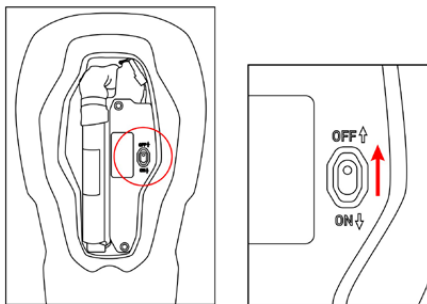

図30：SHIPPING モードスイッチ (8) の位置
(4) にアクセスする必要があります。マジックテープ留めされた背面カバーを開けると、エアバッグコントロールユニット (5) に簡単にアクセスできます。カバーを外すと、図30に示すように、SHIPPING モードスイッチ (8) をオフの位置に切り替えることで、ユーザーはシステムを SHIPPING モードにすることができます。SHIPPING モードでは、ユーザーは適用される輸送規制に準拠してシステムを安全に輸送することができます。システムを再び使用するには、システムをオンにして通常動作に戻す必要があります。SHIPPING モードスイッチ (8) をオンに戻すだけで、システムをオンにすることができます。